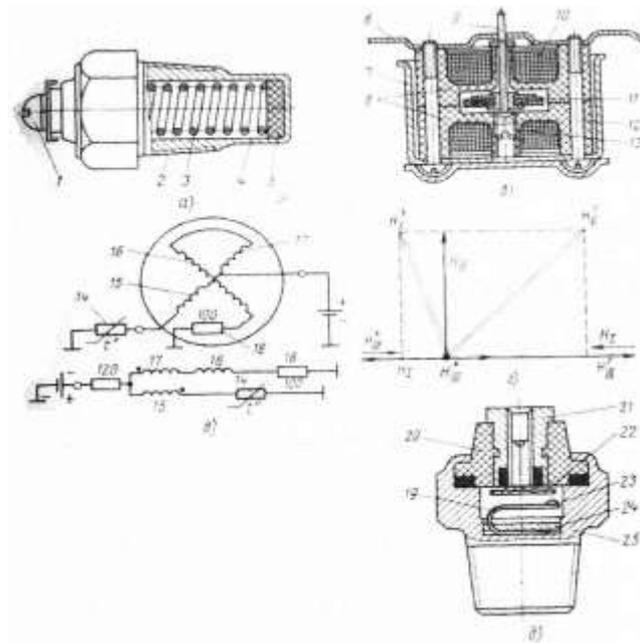

Рисунок 1. Датчик температуры: а) датчик ТМ - 100 с терморезистором;
1. Выполнить рисунок и записать элементы прибора указывающего температуру (рисунок 1).